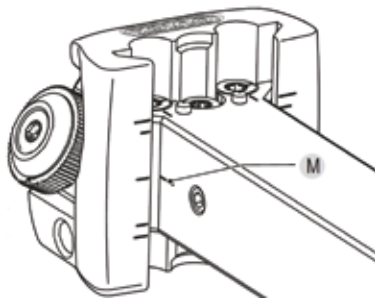

Fig. 2: Regolazione dell'altezza della cresta
Per regolare l'altezza della cresta, allineare il segno sul codolo (M) con i segni sulla testa portafresa (fig. 2). È necessario assicurarsi che sia selezionata la marcatura adatta per la rispettiva dimensione di codolo.